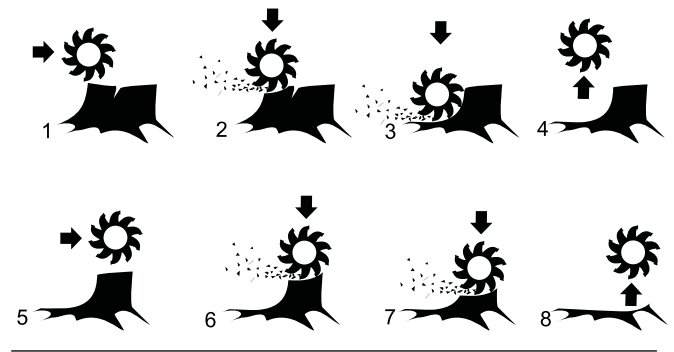

Figure 11
7. Écartez le disque de coupe de côté puis abaissez-le d'environ 1,25 à 2,55 cm (1/2 à 1") dans le coin supérieur avant de la souche. Déplacez le disque de coupe d'avant en arrière, en l'abaissant d'environ 1,25 à 2,55 cm (1/2 à 1") avant chaque déplacement, jusqu'à ce que la partie avant de la souche soit rabotée au niveau sol (Figure 11).